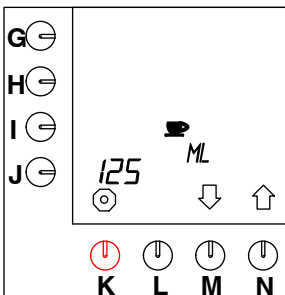

Fig. 24 Indhold af en kop
- Tryk på valgknappen (N.)↑, indtil fig. 24 vises i displayet.